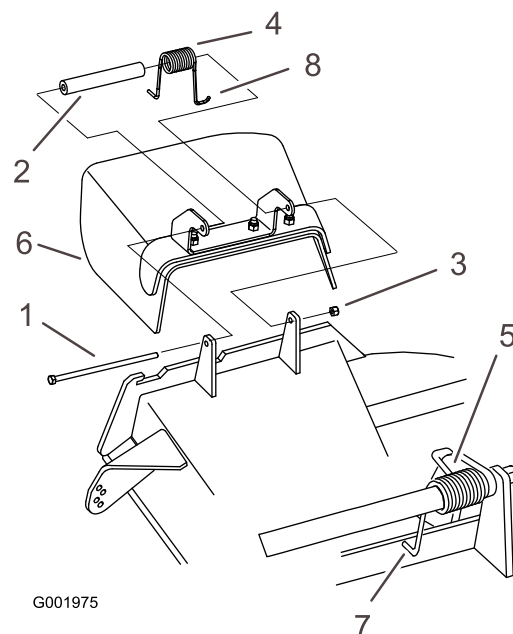

Figura 60
1. Togliete il dado di bloccaggio, il bullone, la molla e il distanziale che fissano il deflettore alle staffe orientabili del tosaerba (Figura 60).
Nota: Verificate che un'estremità a J della molla si trovi dietro il bordo della scocca prima di montare il bullone, come illustrato nella Figura 60.
3. Montate il bullone e il dado. Infilate un'estremità a gancio J della molla attorno al deflettore dello sfalcio (Figura 60).